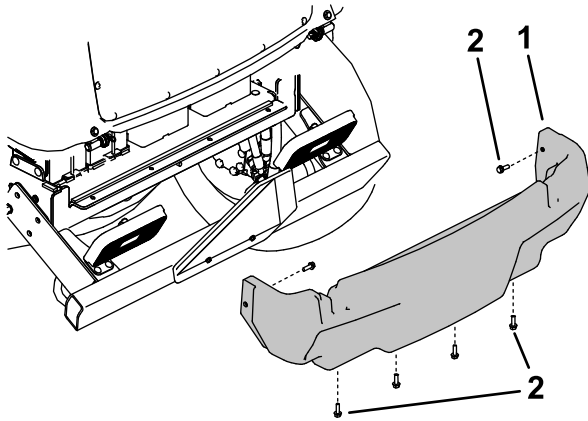

Figura 114
- Retire los 6 tornillos con arandela prensada que sujetan la cubierta trasera al bastidor, y retire la cubierta trasera (Figura 114).
4. Instale la cubierta trasera (Figura 114).